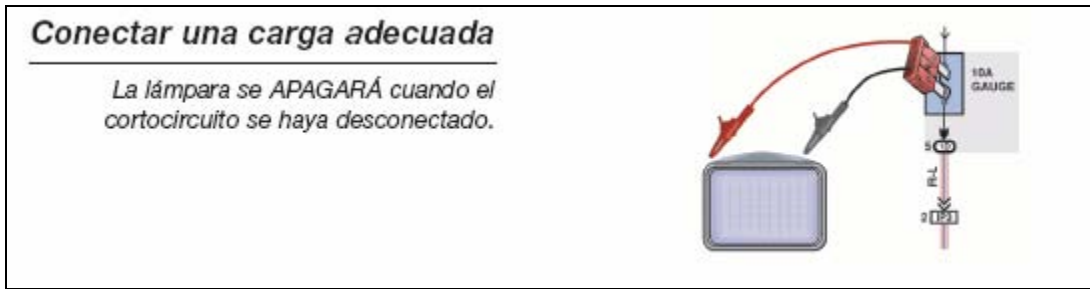

Figura 3.21 Conectar una carga adecuada.
3. Conecte una carga adecuada en el lugar del fusible quemado, ver figura 3.21. Con la presencia del problema en corto circuito a tierra, a la carga debe estar encendida.